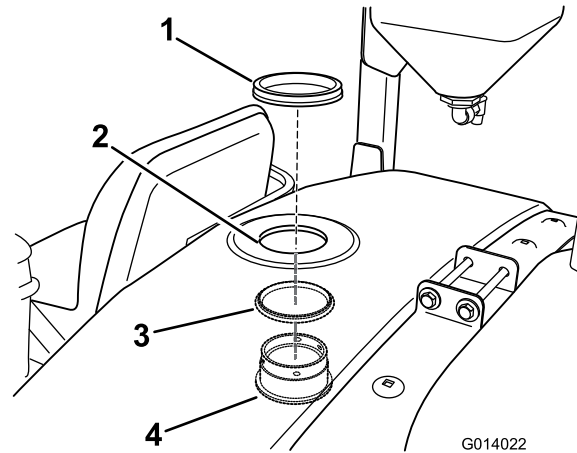

Bild 21
2. Setzen Sie das Schott und den O-Ring von der Innenseite des Behälters durch die zuvor geschnittene Öffnung ein (Bild 21).